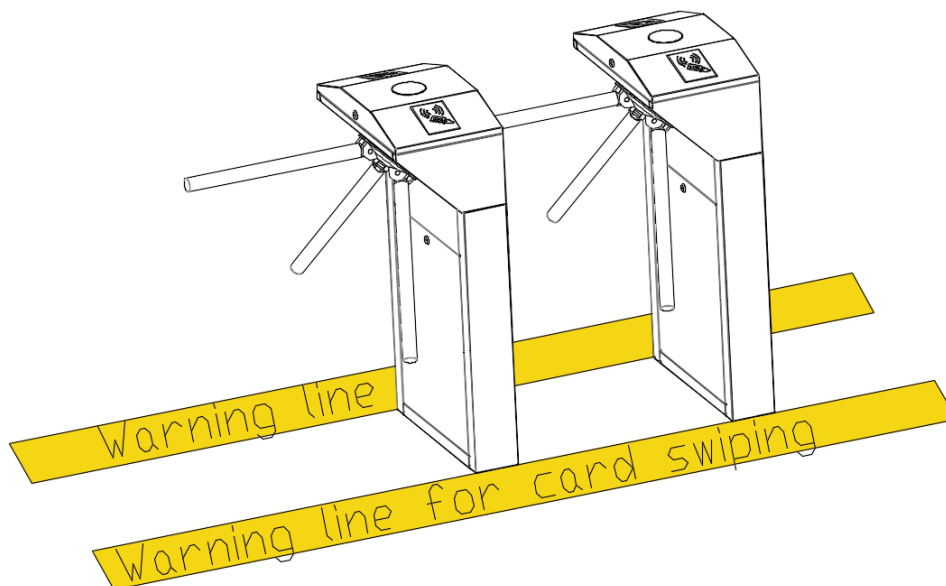

Рис. 3-2
3. Также рекомендуется установить предупреждающую линию о считывании карты (см. Рис. 3-2). Предупреждающая линия предлагает пользователям проводить карты в определенной области, что значительно снижает вероятность отказа оборудования, вызванного неправильными операциями.